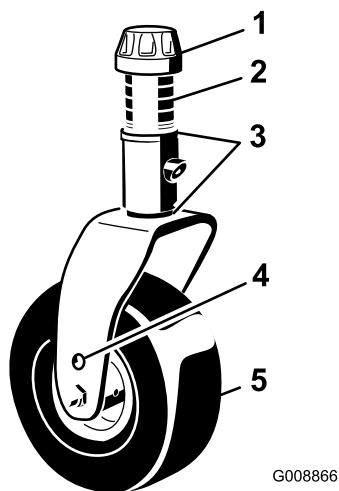

図 7
2. 左右のキャスト・フォークの同じ穴にキャスト・ホイールの軸をセットする。どの穴にセットするかは、図 7と図 8を参照のこと。
3. スピンドル・シャフトからテンショニング・キャップを取り（図 7）、キャスト・アームからスピンドルを抜き出す。シム（3 mm）を2枚スピンドルのシャフトに通す（当初の状態と同じに）。これらのシムは、デッキ全体の左右の水平調整に必要となる。希望する刈高に必要な枚数のスペーサ（13 mm 厚）をスピンドル・シャフトに通し、その上からワッシャを取り付ける。
スペーサの組み合わせ方法については、図 7と図 8を参照のこと。